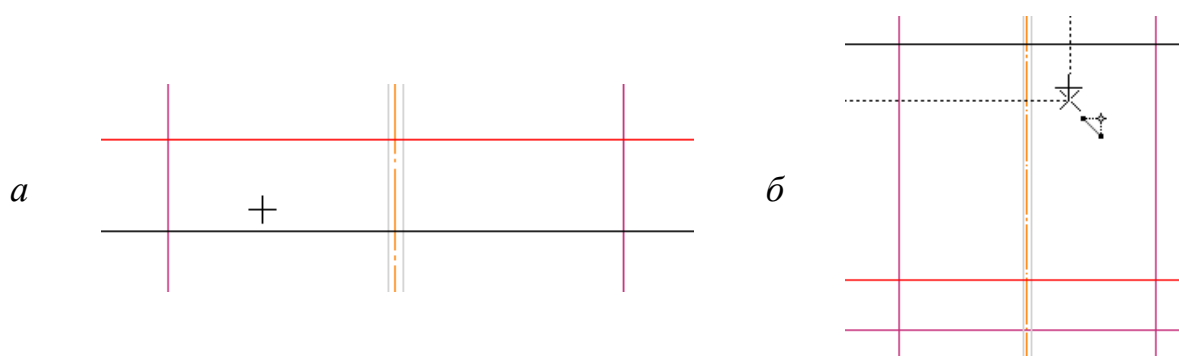

Рисунок 3.4 – Попереднє креслення з допоміжними горизонтальними прямими, розташованими нижче (а) та вище (б) додаткових допоміжних прямих
– щоб намітити центр окружності діаметром 22 мм, одну додаткову допоміжну лінію, паралельну горизонтальній допоміжній лінії, на відстані 24 мм проводимо без параметра *З двох сторін* та розташовуємо нижче горизонтальної допоміжної лінії (рис. 3.4, а);
– додатковою допоміжною прямою відмічаємо відстань до нижньої основи трикутника на відстані 110 мм без параметра *З двох сторін* та розташовуємо вище горизонтальної допоміжної лінії (рис. 3.4, б).